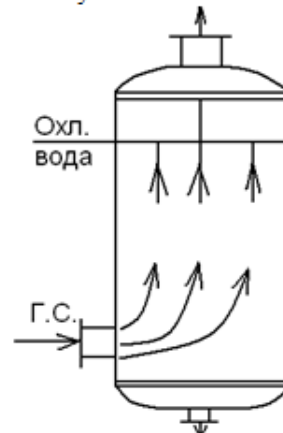

Рисунок 4
4).Рисунок 4      5).Иной вариант ответа